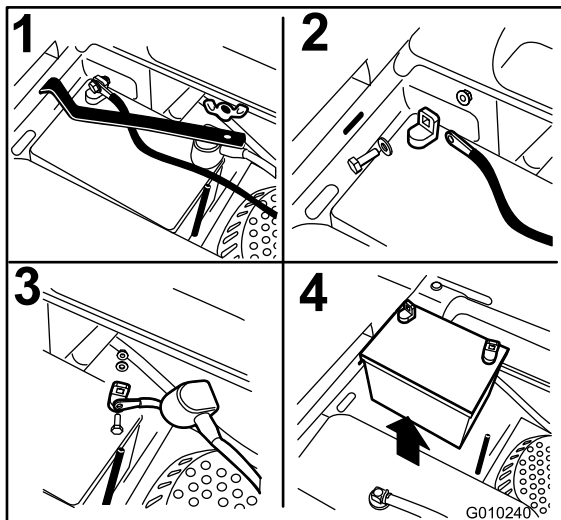

Figura 41
3. Retire la tuerca de orejeta que sujeta la abrazadera de la batería (Figura 41).
1. Coloque la batería en la bandeja con los bornes en el lado opuesto del depósito de combustible (Figura 41).
4. Fije los cables con 2 pernos, 2 arandelas, y 2 contratueras (Figura 41).
6. Instale la abrazadera y sujétela con la tuerca de orejeta (Figura 41).
4. Retire la abrazadera (Figura 41).
5. Primero desconecte el cable negativo (negro) del borne negativo (-) (negro) de la batería (Figura 41).
6. Retire la cubierta de goma roja del borne positivo (rojo) de la batería y retire el cable positivo (+) (rojo) (Figura 41).